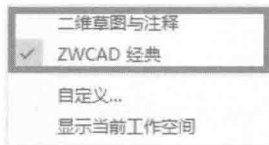
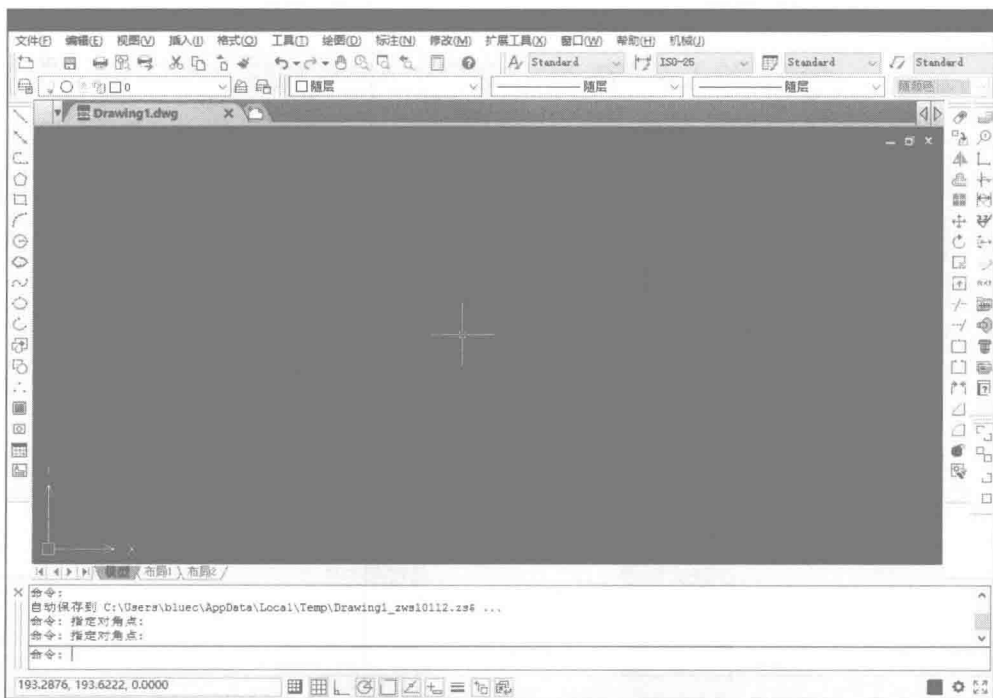
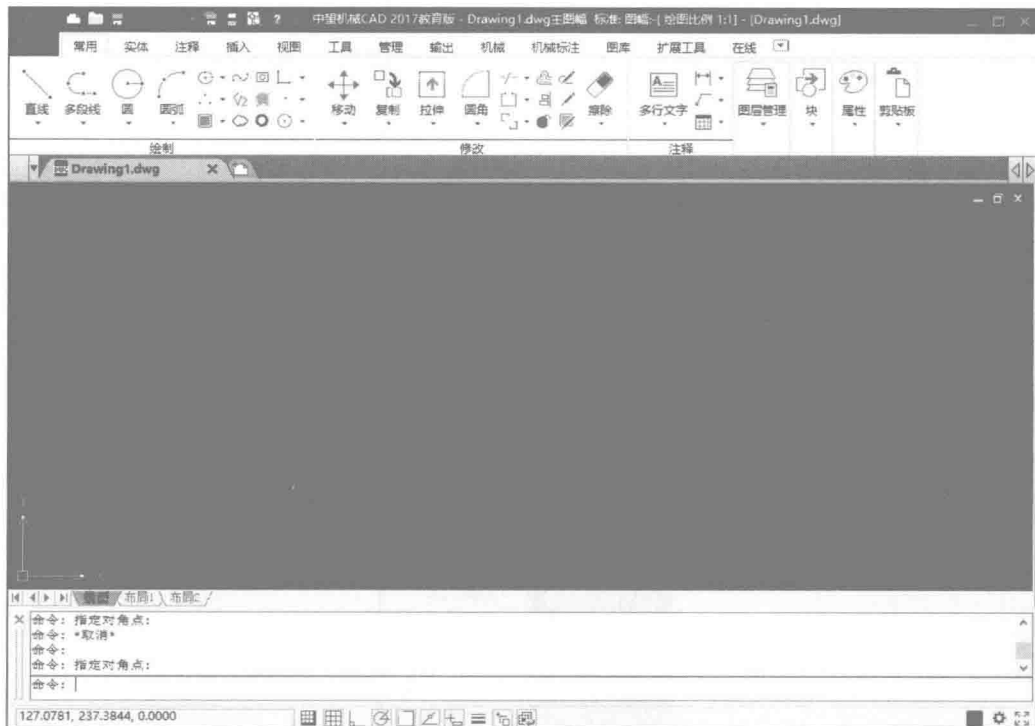

图 1.2.2 界面切换
图 1.2.3 “ZWCAD 经典”界面
图 1.2.4 “二维草图与注释”界面
1. 单击软件右下角的齿轮  按钮，弹出界面选择面板，如图 1.2.2 所示。单击“二维草图与注释”、“ZWCAD 经典”即可在“ZWCAD 经典”界面和“二维草图与注释”界面之间任意切换，如图 1.2.3 为“ZWCAD 经典”界面，图 1.2.4 为“二维草图与注释”界面。